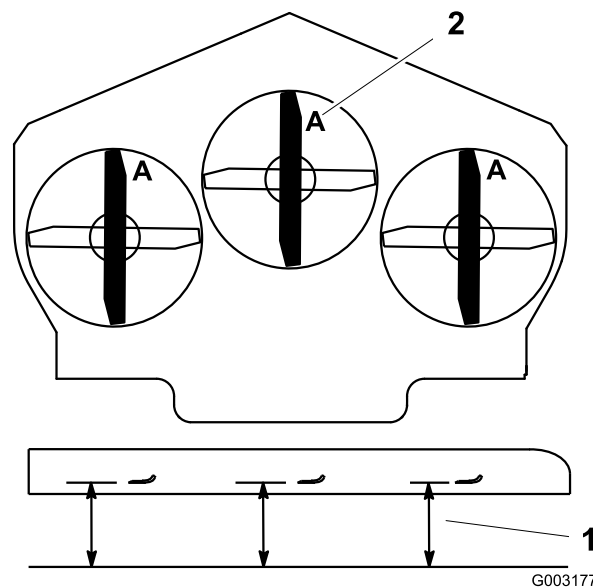

Figure 102
4. Mesurez la distance entre la surface plane et le tranchant (position **A**) des lames (Figure 102).